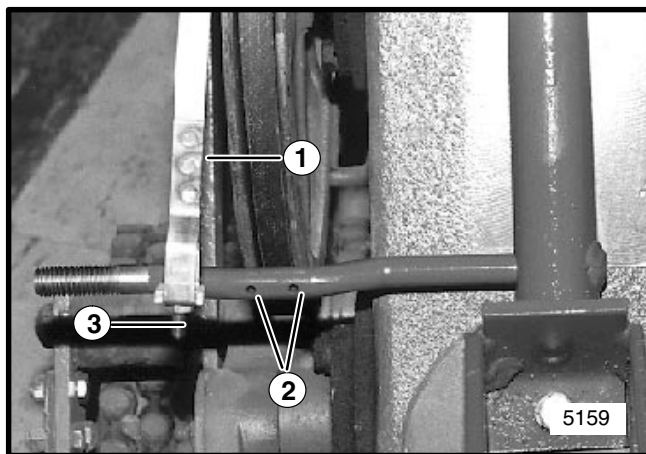

FIGURA 2
6. Mueva el extremo de ajuste de la banda del freno sobre la varilla de soporte del protector como se muestra en la Figura 2.
7. Coloque un (1) pasador de chaveta en cada lado de la banda del freno utilizando los dos (2) orificios para pasador de chaveta mostrados en la Figura 2. **ASEGURESE** que las cabezas de los pasadores de chaveta estén en el lado de la polea de la varilla de soporte para evitar la interferencia entre el pasador de chaveta y la correa.